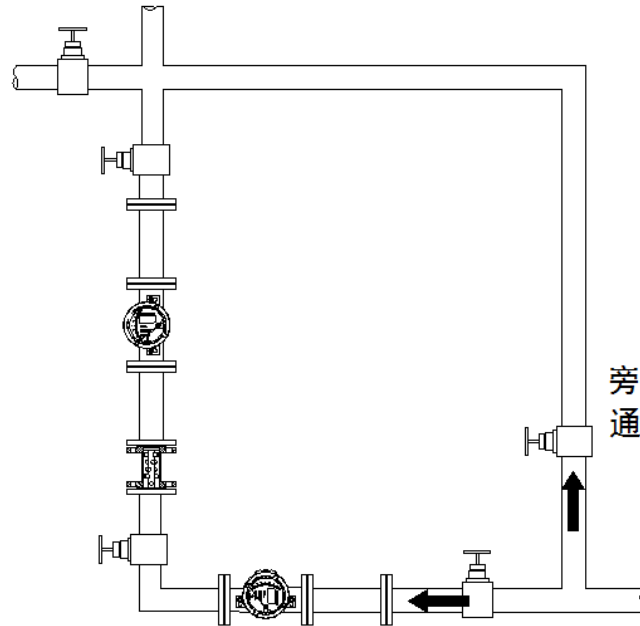

图 7.2
- 7) 如果介质中含有铁磁性颗粒, 应在流量计入口前 5D 处安装磁过滤器 (D 为流量计公称口径), 如图 7.2 所示。
- 9) 对工艺上不允许流量中断的管道, 在安装流量计时应加设旁路通管和清洗口, 如图 7.2 所示, 这种装置可在流量计停用的情况下, 保证设备系统连续工作。